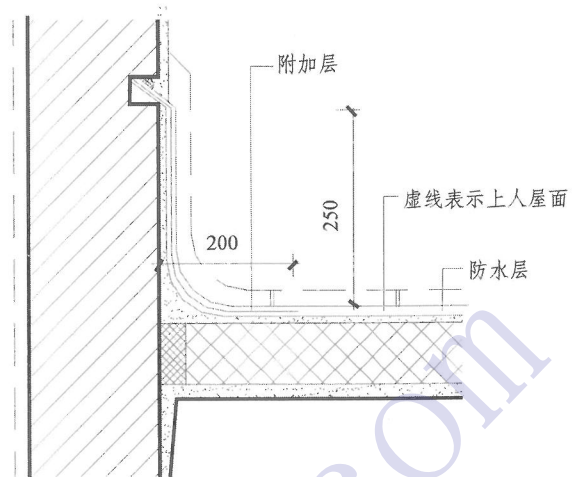

图1 泛水做法图
③泛水与卷材收头。泛水由于处于屋面转角与立墙部位,结构变形大,容易受太阳曝晒,因此,为了增强接头部位防水层的耐久性,应在该部位加铺卷材。泛水部位卷材铺贴前,应先进行试铺,将立面卷材长度留足,先铺贴平面卷材至转角处,然后从下向上铺贴立面卷材。如先铺立面卷材,由于卷材自重作用,立面卷材张拉过紧,使用过程易产生翘边、空鼓、脱落等现象。卷材铺贴完成后,将端头裁齐。女儿墙上留出凹槽,将端头全部压入凹槽内,用压条钉压平服,再用密封材料封严,最后用水泥砂浆抹封凹槽(图1)。